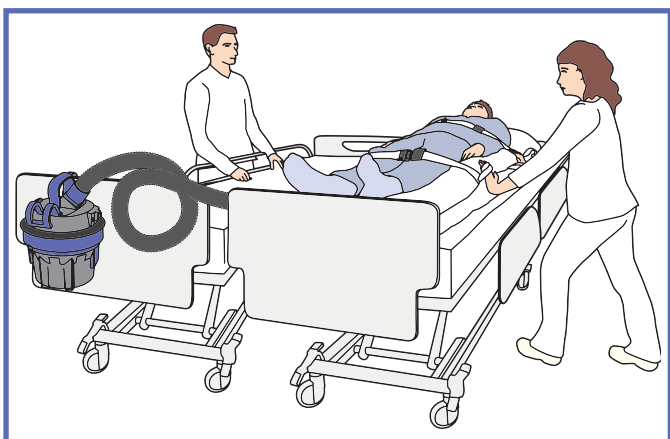

Fig. 14
11) **Sendeside:** stram sikkerhetsbeltene og skyv *Maxi Air*-madrassen bestemt inntil mottaksunderlaget. Se "Fig. 14".